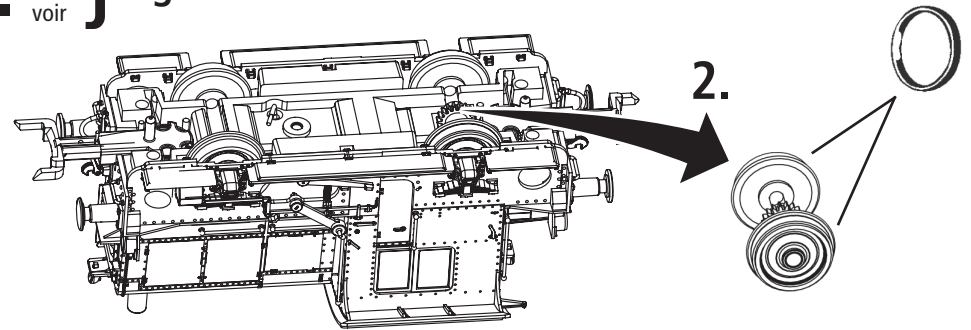

Fig. 8
**2. Schmierung:** Versehen Sie die im Schmierplan in Fig. 5 gekennzeichneten Stellen mit nur **kleinen Öltropfen**. Dazu zuerst den Getriebedeckel abnehmen. Danach den **Radsatz** herausnehmen (Fig. 8). Wir empfehlen den ROCO **Öler Art.-Nr. 10906**. Fürs Schmieren der Getriebeteile (Zahnrad, Schnecke) empfehlen wir das **ROCO-Spezialfett Art.-Nr. 10905**. Im Falle der Schmierung diese Teile **nicht ölen**.
**3. Haftreifenwechsel:** Zuerst den Getriebedeckel abnehmen (Fig. 7). Danach den **Radsatz** herausnehmen (Fig. 8) und die **Haftreifen** mit einer Nadel od. mit einem feinen Schraubendreher abziehen. Beim Aufziehen der neuen Haftreifen darauf achten, dass diese sich nicht verdrehen.
**3. Change of traction tyre:** Remove the gear cover (fig. 7). Take out **wheel set** (fig. 8) and remove **traction tyre** using a pin or a fine screwdriver. When pressing on the new traction tyre please **avoid twisting it**.
**3. Vervangen van antislipbandjes:** Met een naald of kleine schroevendraaier kunt u de band verwijderen (fig. 8). Bij het omleggen van een nieuwe band dient u erop te letten dat deze niet is verdraaid.